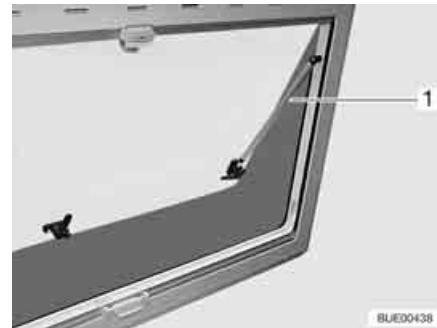

Fig. 51 Finestra apribile con deflettore automatico
■ Aprire la finestra apribile fino al punto di arresto desiderato. Il deflettore automatico (Fig. 51,1) si innesta automaticamente in posizione.